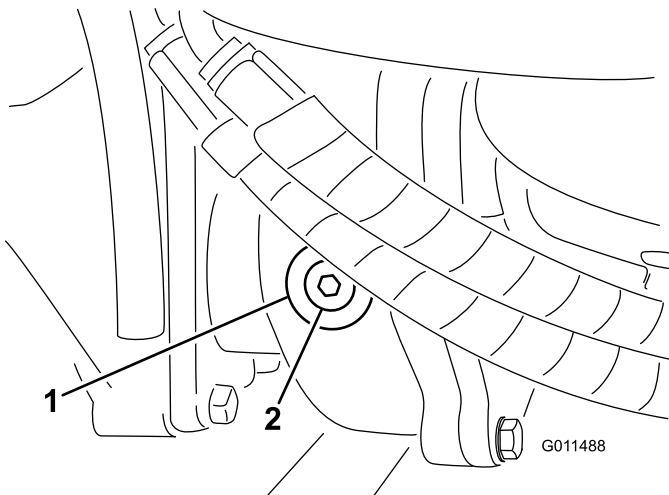

Figura 64
2. Togliete il tappo di controllo/riempimento dal lato sinistro del riduttore e verificate che il lubrificante raggiunga la base del foro (Figura 64).